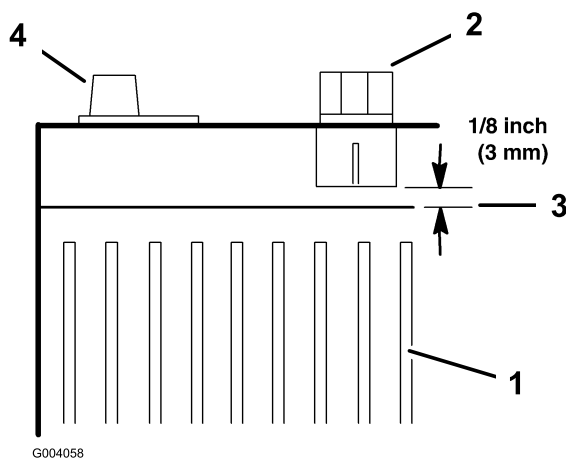

Figura 27
7. Añada suficiente agua destilada para que el nivel de electrolito llegue a 3 mm por debajo del fondo de cada hueco de llenado (Figura 27).